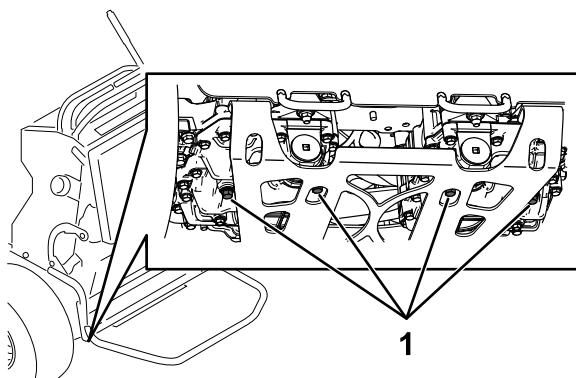

Figura 67
3. Localize os tampões de escoamento na parte inferior da transmissão e coloque um recipiente de escoamento debaixo do tampão (Figura 67).